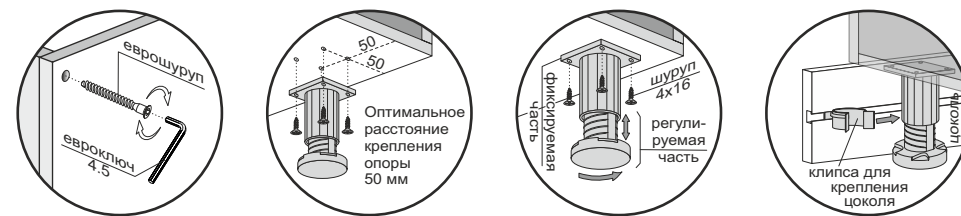

Рис.1
2. Шурупами 4x16 прикрутить опоры к крыше (4). *Оптимальное расстояние для крепления опоры 50 мм от каждого края до первого отверстия (рис.1).*
3. Соединить боковины (1,2), стяжки (3,4) и планку (9) еврошурупами (рис.1).
4. Шурупами 4x30 стянуть планку (5) с боковиной (2), планки (9) со стяжкой (3) и между собой (рис.1). Вид деталей сверху представлен на рис.1.1.
5. Установить короб секции на постоянное место и отрегулировать мебельные опоры. Соединить боковины (1) с рядом стоящими секциями межсекционными стяжками, предварительно просверлив отверстия Ø5.
6. Установить столешницу на секции (*расстояние от края столешницы до боковин 32 мм*) и прикрепить к боковинам (1) уголками 20x20 и шурупами 4x16 (рис.1).
7. Вставить полкодержатели в соответствующие отверстия в боковинах (1) и установить полку (10) (*полка заказывается отдельно*) (рис.1).
8. Навесить створку (8), используя петли и шурупы 4x16 (рис.1). При необходимости отрегулировать петли. **Монтировать и регулировать створки после окончательной сборки всех коробов кухни!**
9. В зависимости от расположения створки (8) (правая или левая), досверлить необходимые отверстия Ø5, плотно прижав лицевую часть створки к твердой поверхности, и прикрутить ручку соответствующими по длине шурупами/винтами. Оставшиеся технические отверстия заглушить мебельными заглушками D-5 (рис.1).
10. Монтировать цоколь (6,7): вставить пластмассовые клипсы в цоколь (6), по краям цоколя (6,7) установить соответствующий профиль и закрепить клипсы на кухонных опорах (рис.1).